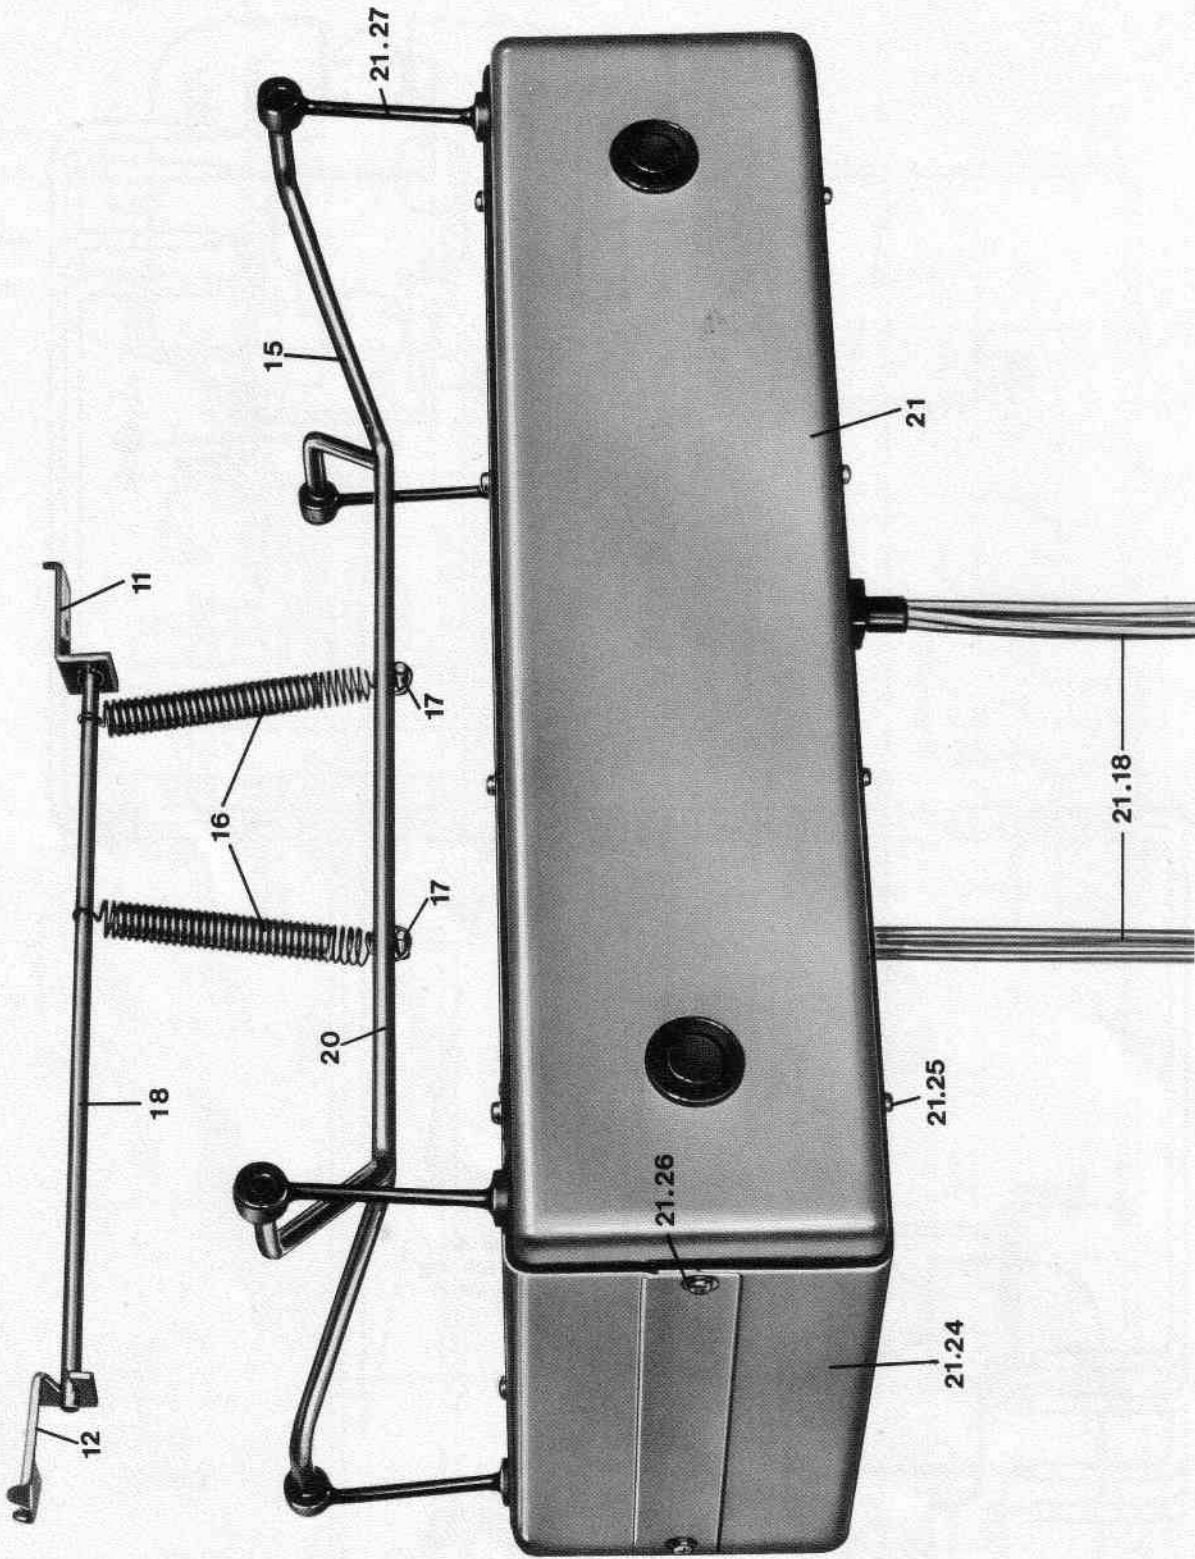

Abb. 5
Der Elektronik - Einschub ist soweit wie möglich herauszuziehen und die Stecker der Halleinheit vom Verstärkerprint abzuziehen. Die zwei Innensechskantschrauben an der linken Seite des Gerätes sowie die zwei Innensechskantschrauben an der Trennwand zur Halleinheit (siehe Abb. 2) lösen und die Frontplatte des BX 15 abnehmen. Jetzt kann man die Stange (18) nach rechts aus der vorderen Halterung schieben. Aus der hinteren Klammer entfernt man die Stange durch Zug nach vorne (siehe Abb. 5). Durch Lösen der Kreuzschlitzschrauben lassen sich die beiden Gehäusehälften (21.24) abnehmen und man kann die Hallfedern auf folgende Fehlermöglichkeiten absuchen:
The electronic module is to be removed as far as possible out of the housing and the connectors from the reverberation unit should be unplugged. Remove the two screws at the left side of the unit also the two screws at the board in the middle and pull out the front board of the BX 15. Press the bar (18) to the right side and remove it from the suspension. From the rear suspension remove the bar by pulling it to the front (see fig. 5). Remove the small screws and both parts of the housing (21.24) and check the reverb springs for the following possible faults: